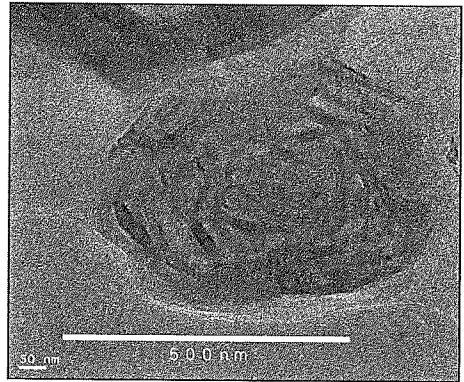

図1 オニオンライクカーボン (ナノカーボン)
カーボンキュール (CL) には、大きく2つの特徴がある。一つ目の特徴が、鉱物油、界面活性剤を一切使っていないことである。従来、鉱物油が潤滑を受け持ち、加工を進めていた。これに代わるものとして今回使用されているのが、オニオンライクカーボンというナノカーボンである。これは、玉ねぎのように層状になった球状のカーボン粒子で、大きさは直径400～700nm (図1)。水溶性切削液中では、1L中に推定40兆個が分散して存在している。